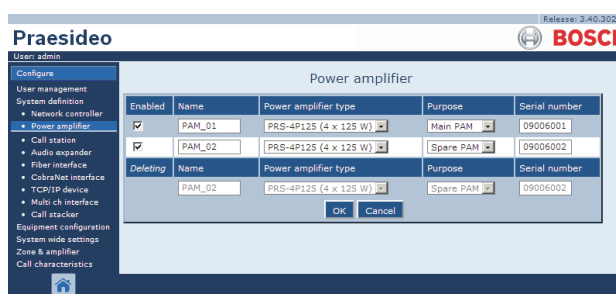

figure 43.10 : Suppression d'un amplificateur de puissance, étape 3
- Cliquez sur le bouton **Delete**. Un écran semblable à celui de la figure 43.10 s'affiche dans le cadre principal de l'interface Web.